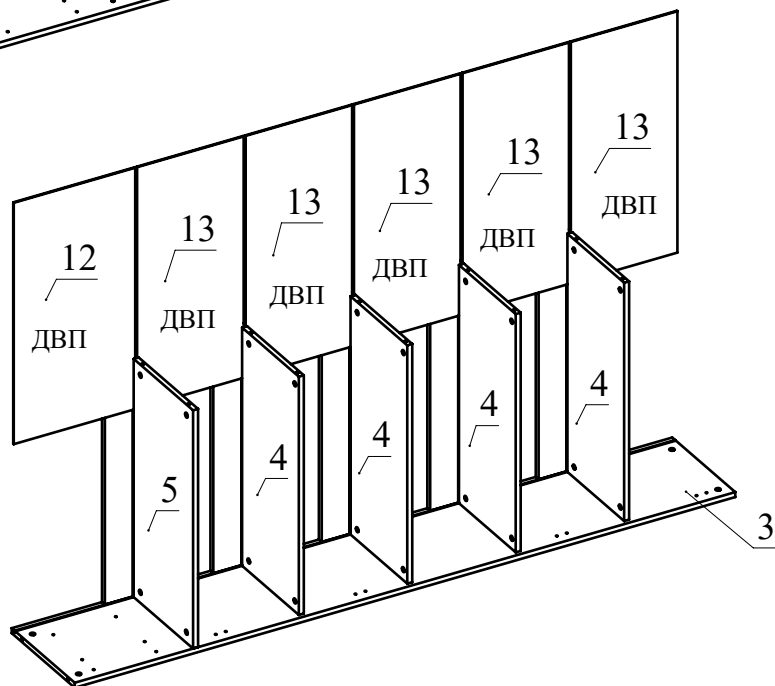

Рис.8
7. В пазы деталей 3, 4, 5 вставьте задние стенки 12 и 13 из ДВП (Рис. 8).